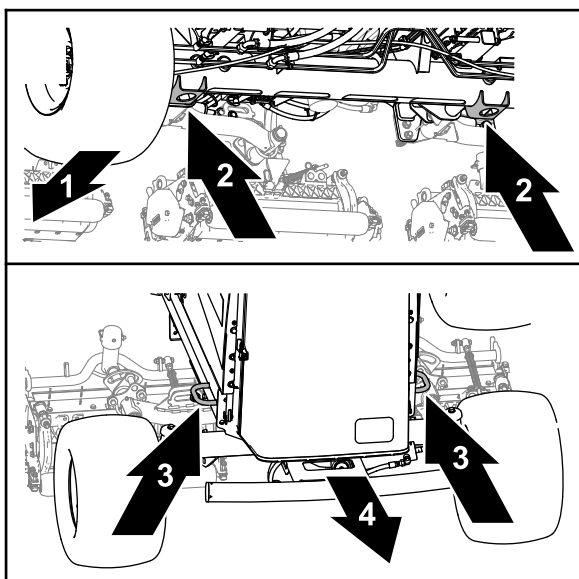

Figura 94
- Parte delantera – los taladros en los puntos de apoyo del gato del tubo del eje delantero (Figura 94).